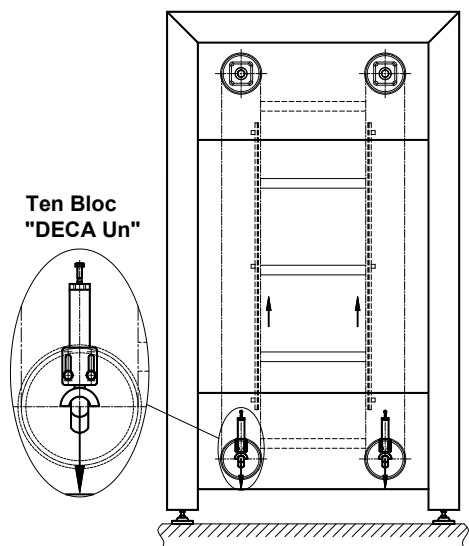

Рис. 4
• На рис. 4 представлена схема расположения возвратного устройства типа «DECA Un» со стороны лифта, а на рисунке 5 схематично показан конвейер с функцией буфера. Узлы типа «DECA Un» должны быть расположены попарно на двух боковых сторонах конвейера и действовать только в условиях сопротивления, чтобы не допустить колебаний ведомого вала, особенно при запуске двигателя.
• In the fig. 4 is represented the positioning diagram of a return unit type "DECA Un" on the side of an elevator and Figure 5 shows in a schematic way a conveyor with function of buffer. The units type "DECA Un" must be positioned in pairs on the lateral sides of the conveyor and they act only in drag conditions, so that they don't allow the driven shift to oscillate, especially at the starting of the motor.